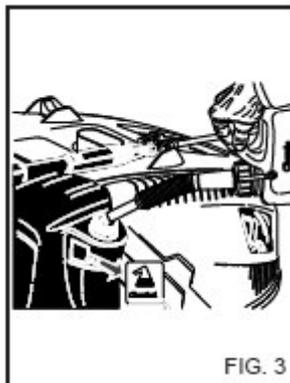

FIG. 3
2. Füllen Sie die gewünschte und von LEMA zugelassene Chemikalie in den dafür vorgesehenen Tank (Fig. 3)